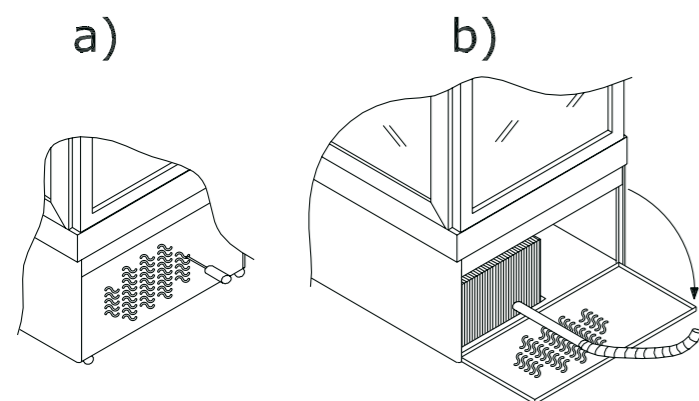

fig. 4.1
Il condensatore deve quindi essere pulito periodicamente utilizzando un normale pennello asciutto o meglio un aspirapolvere (Fig. 4.1 - b). Per poter accedere al condensatore agire a leva, con un cacciavite (Fig. 4.1 - a), in uno dei tranci posti sulla griglia anteriore dello zoccolo, oppure rimuovere le viti che bloccano la griglia, aprire quindi ruotando la stessa sui perni che la vincolano al telaio della macchina, nel senso della freccia rappresentata in Fig. 4.1 - b. Compiuta la pulizia del condensatore, riaccompagnare la griglia nella posizione iniziale, riavvitare le viti se presenti.
1. Spegner l'interruttore generale (B).
3. Aprire la griglia anteriore dello zoccolo (Fig. 4.1) agendo a leva con un cacciavite in un trancio posto sulla griglia anteriore, oppure rimuovere le viti che assicurano il bloccaggio della griglia stessa, aprire poi ruotando nel verso indicato dalla freccia.